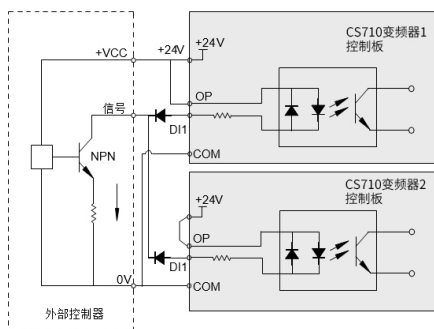

图 3-64 多台变频器 DI 端子并接漏型接线方式
- * 此种接线方式下，不同变频器的 DI 端子不能并接使用，否则可能引起 DI 的误动作；若需 DI 端子并接（不同变频器之间），则需在 DI 端子处串接二极管（阳极接 DI）使用，二极管需满足：IF > 40mA、VR > 40V，如图 3-64。